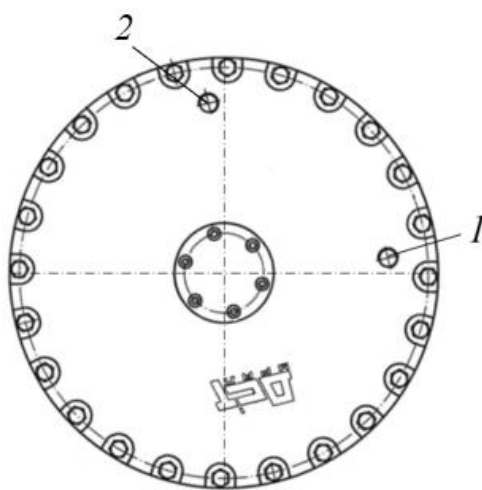

Рисунок 5.72. Процедура замены масла в бортовом редукторе (шаг 2)
- ▶ Двигая машину назад и вперед установить редуктор в позицию, когда отверстие 2 располагается практически вертикально, а отверстие 1 находится справа или слева от центра редуктора, выше горизонтальной линии примерно на 5° (поз. 1), см. рис. 5.72.
- ▶ Через заливное отверстие 2, рис. 5.72, заправить в редуктор новое масло. Заправку производить до момента пока из контрольного отверстия 1, рис. 5.72, не начнет вытекать масло. Заправочный объем и тип заправляемого масла см. п. 5.2.1 Заправочные объемы и наименование смазочных материалов.